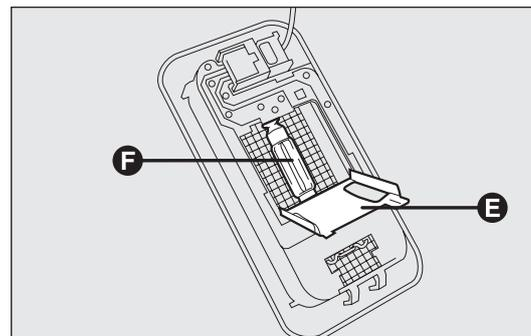

fig. 178
- aprire lo sportellino di protezione E-fig. 178;